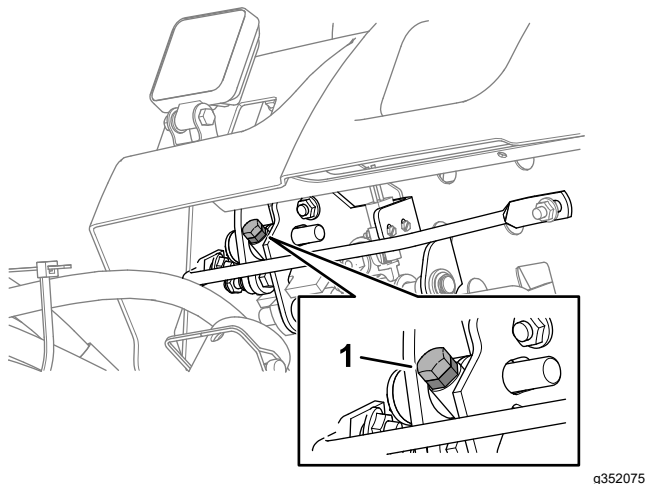

図 89
- 刈り込み速度を遅くするには、ストップねじ **図 89**を右に回す。